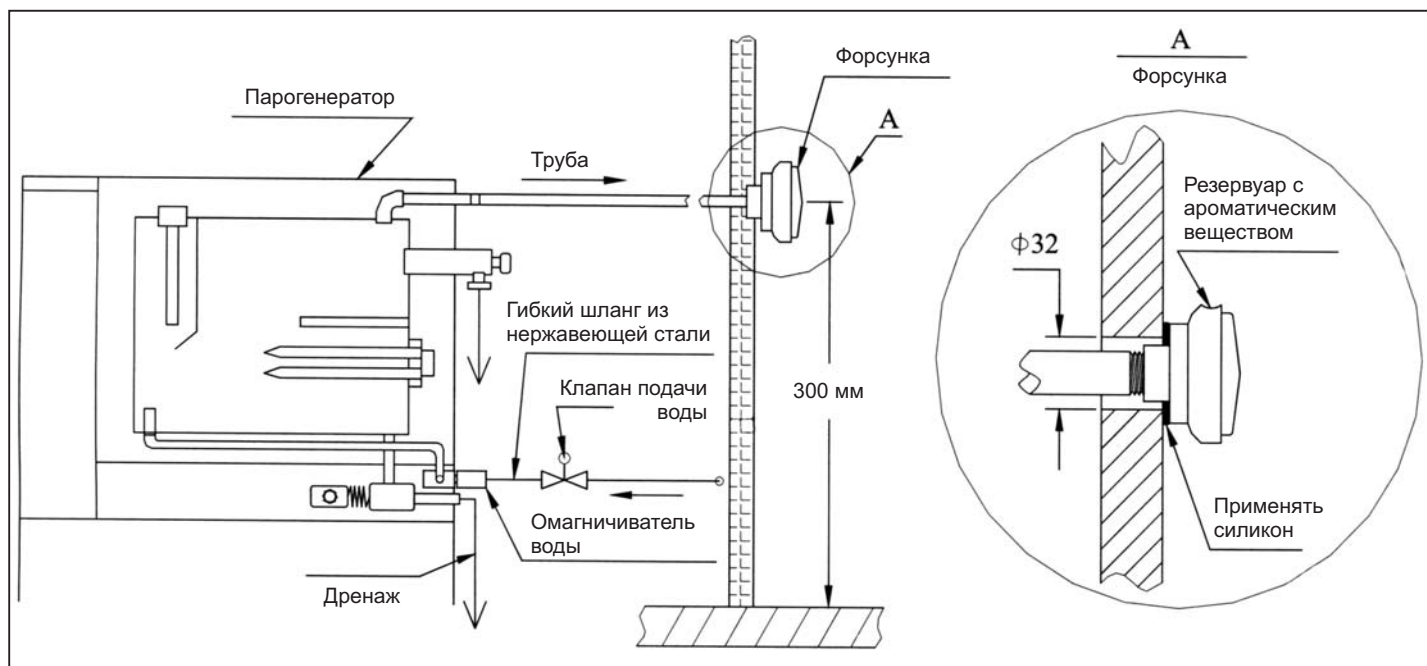

рис. 7
Подающие трубы и паропровод должны соответствовать всем стандартам (рис.7). Это необходимо проверить до изоляции стены.
**Паровые форсунки:** должны быть установлены на высоте 30 см от уровня пола, но не ближе чем 15 см от сидений в парной. Для крепления патрубка трубопровода и тыльной части форсунки используйте силиконовый клей. Затем прикрутите паровую форсунку к патрубку паровой трубы. Руководствуйтесь разделом А на рис. 7. Резервуар с ароматизатором должен быть направлен вверх.